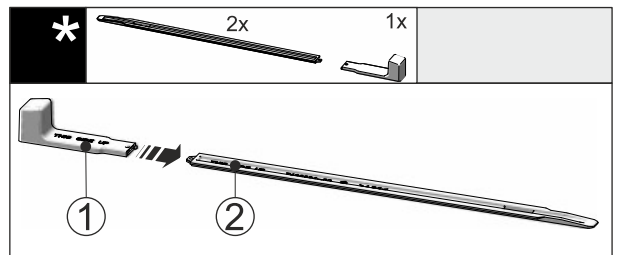

Fig. 47
- Liitä asennuskahva Fig. 47 (1) kiskoon, jota käytetään vaakatasoon säätämistä varten Fig. 47 (2).